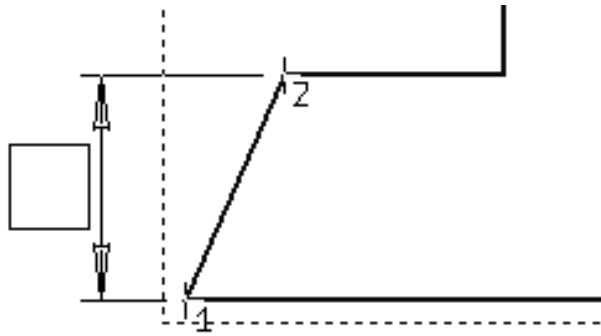

Рисунок 4.9 – Лінійний розмір
7. Вкажіть курсором точку початку першої виносної лінії, потім точку початку другої виносної лінії, і нарешті, виберіть положення розмірної лінії та тексту (рис. 4.9).